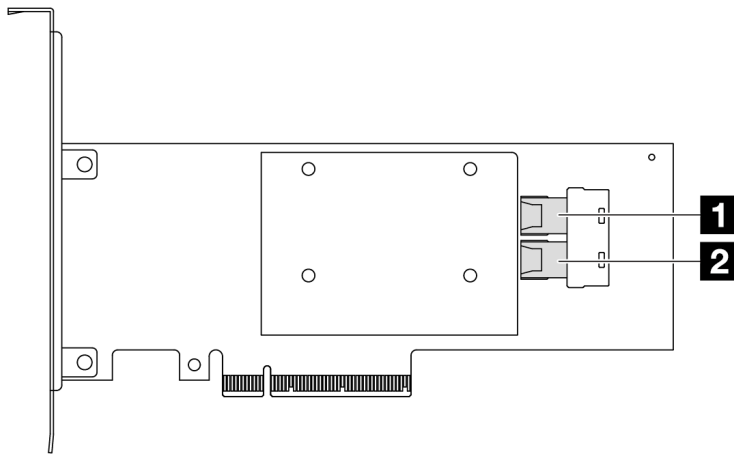

Figura 316. Adattatore RAID/HBA SFF 8i Gen 3 (due connettori di porta)
- Figura 316 "Adattatore HBA SFF 8i Gen 3 (due connettori di porta)" a pagina 357